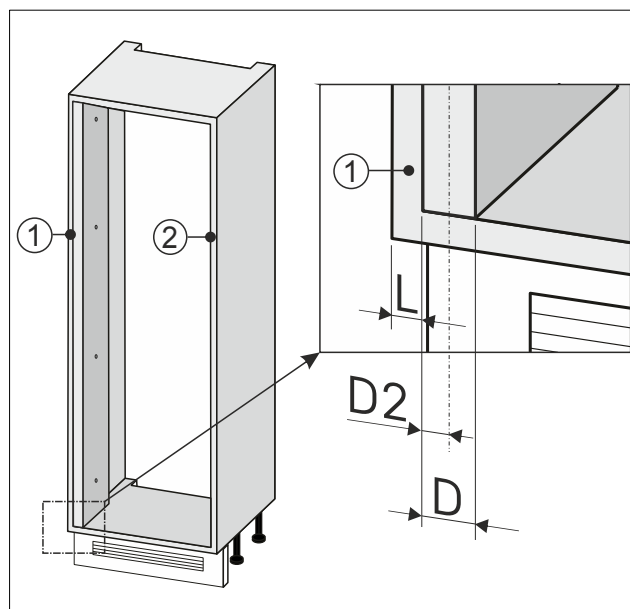

Fig. 91
- Annotare la metà della larghezza Fig. 91 (D2) dell'elemento di compensazione a parete.